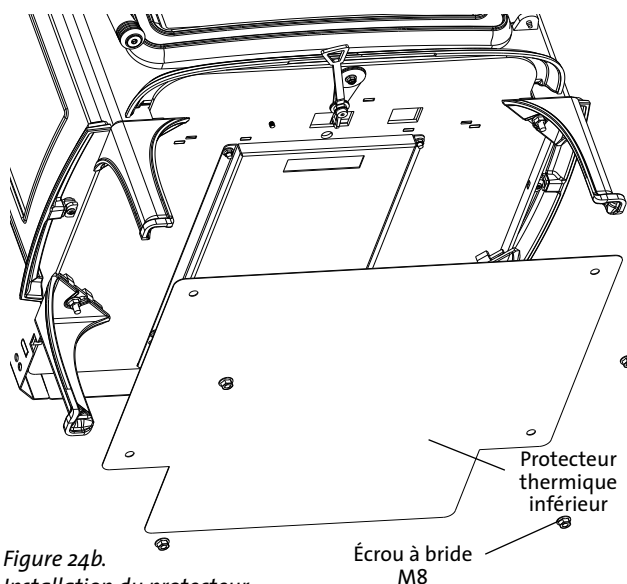

Figure 24b. Installation du protecteur thermique inférieur
4. Posez le poêle sur le sol et placez le protecteur thermique inférieur sur les goujons des pieds. Utilisez les écrous à bride M8 du kit pour fixer le protecteur sur les goujons de pied. Voir figure 24b.